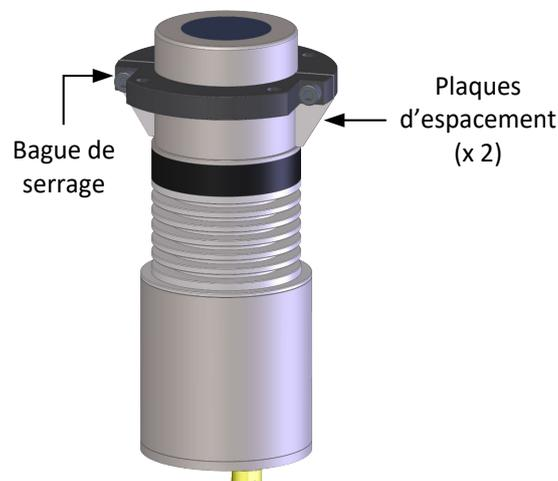

Figure 23: Bague de serrage (montage en affleurement)
3. Veiller à ce que les plaques d'espacement touchent la crête de la sonde (Figure 23). Serrer les vis de la bague de serrage pour verrouiller la bague de serrage en place.